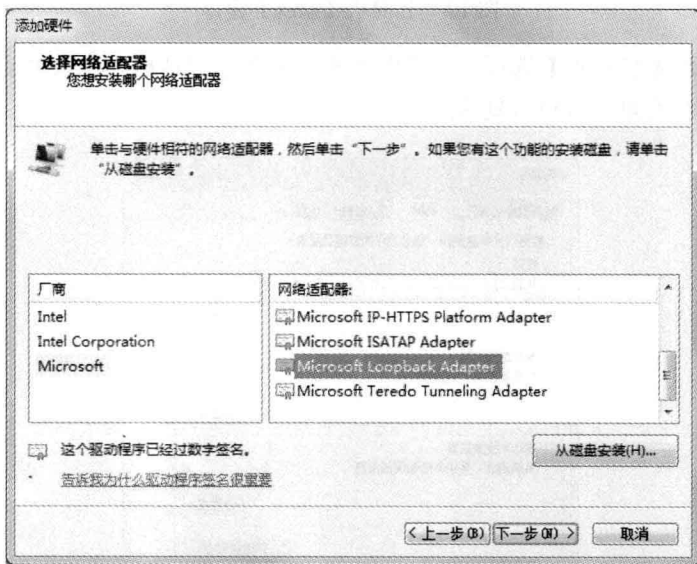

图 1.7 添加/删除硬件向导 5
Step 6 由于要安装虚拟网卡, 所以选择【网络适配器】选项, 然后单击【下一步】按钮, 系统弹出要求用户选择要安装的网卡类型的对话框。这里安装的是微软的虚拟网卡, 所以在【厂商】列表框中选择 Microsoft 选项, 此时对话框如图 1.7 所示。